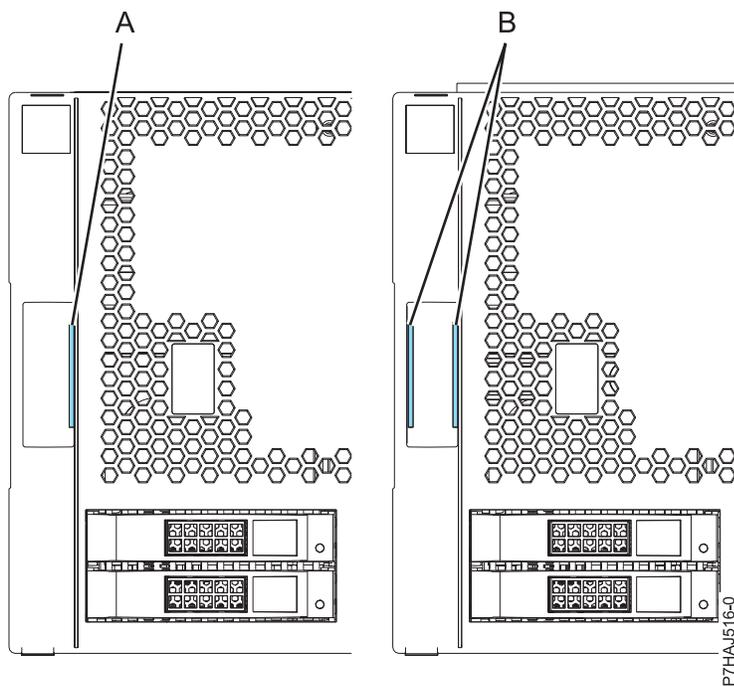

Figure 8. Identification des anciens et des nouveaux capots
**Remarque :** Les anciens capots (expédiés avant le 1er mars 2011) sont reconnaissables à la bande bleue unique (A) située sur les taquets du capot. Les nouveaux capots (livrés après le 1er mars 2011) possèdent deux bandes bleues (B). Voir figure 8, à la page 25.